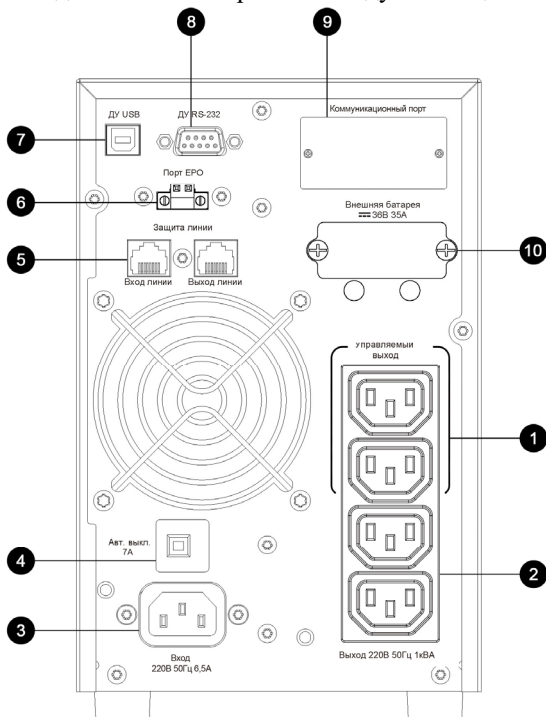

Рисунок 3 - Задняя панель ИБП АТС 1000 Т-Г (В)
На задней панели ИБП (рисунок 3) расположены:
- подключить интерфейсный кабель USB из комплекта поставки к соответствующему соединителю на задней панели ИБП (поз. 7, рисунок 3) и к последовательному порту управляющего ПК с установленным ПО «UPS Agent»;